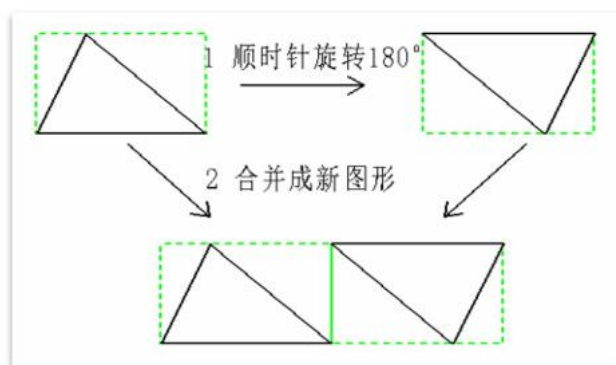

图 6.15 合并成新图形
- 叠式排列主要应用于适合对插排列的图形，比如三角形，梯形等。叠式排列首先是把当前图形以中心顺时针旋转 180° ，然后原图形和镜像后的图形，对插排列，组合成一个新的图形。组合过程如图 6.15 所示。然后再把组合后的新图形进行矩阵排列。参数说明：